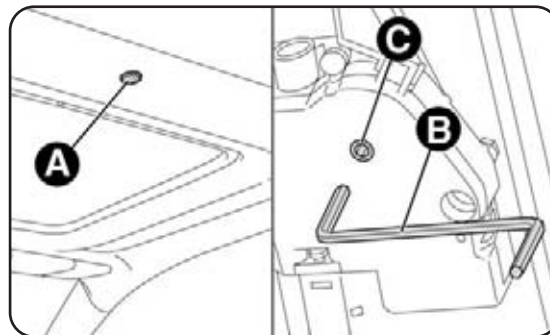

fig. 55
- rimuovi il tappo di protezione A-fig. 55 ubicato al centro del padiglione;